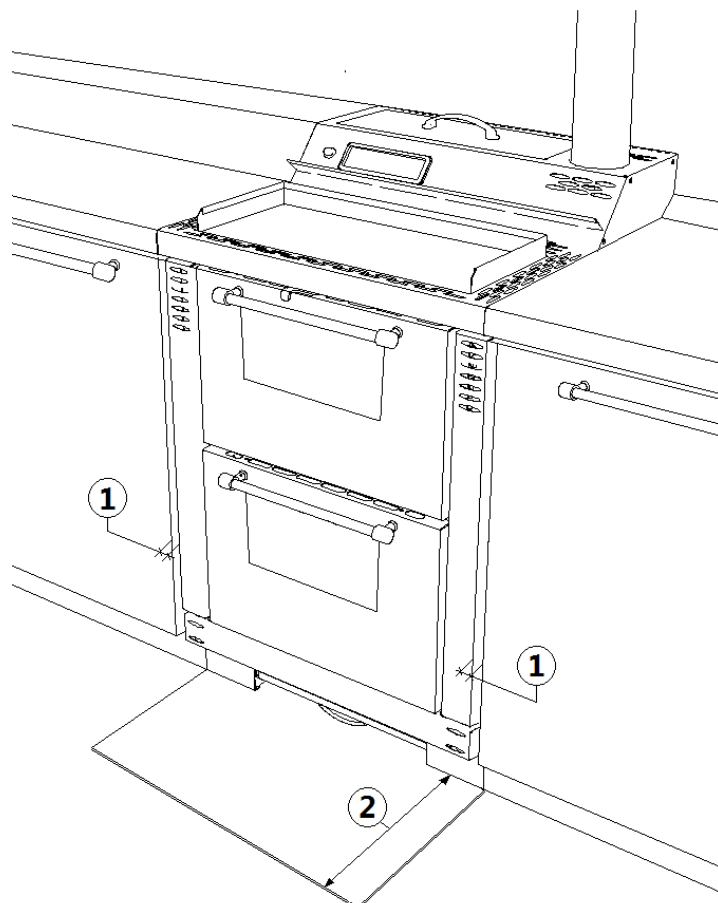

Fig. 14 - Cozinha embutida
- Em alguns países são consideradas paredes inflamáveis também as paredes de sustentação em alvenaria. É possível encaixar a cozinha entre os móveis mantendo as laterais separadas em 10 mm (ver **Fig. 14 pág. 15**).